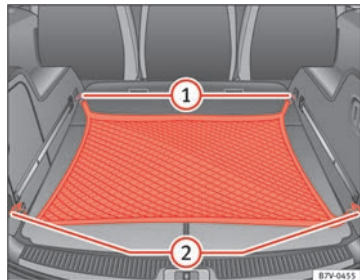

Fig. 101 Nel bagagliaio: rete per bagagli appesa.
- Agganciare la rete per bagagli agli occhielli di ancoraggio ⇒ **fig. 101** **①** e **②**.
- Sganciare i ganci della rete per bagagli dagli occhielli di ancoraggio ⇒ **fig. 101** **①** con cautela.
- Sganciare i ganci della rete per bagagli dagli occhielli di ancoraggio ⇒ **fig. 101** **②** con cautela.